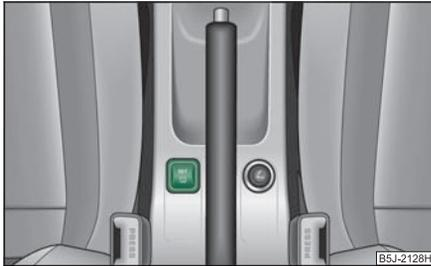

Abb. 171 Taste zum Einstellen des Reifendruck-Kontrollwertes
- Drücken Sie die Taste **SET** (L) ⇒ Abb. 171 länger als 2 Sekunden. Während des Drückens der Taste leuchtet die Kontrollleuchte (L). Gleichzeitig werden die Grundwerte gespeichert, was mit einem akustischen Signal und anschließendem Erlöschen der Kontrollleuchte (L) bestätigt wird.
- Wenn die Kontrollleuchte (L) nach der Grundeinstellung nicht erlischt, liegt ein Fehler im System vor. Suchen Sie den nächsten Fachbetrieb auf.